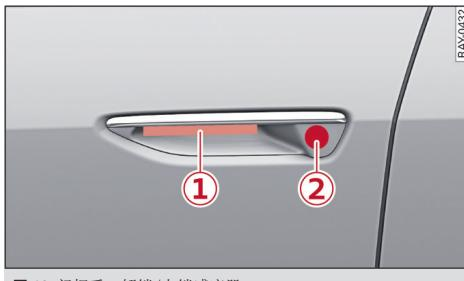

图 13 门把手：解锁/上锁感应器
- ▶ 要给汽车解锁时, 请把手伸进车门把手下的抓握凹空里 ① ⇨ 图 13。
- ▶ 要给汽车上锁时, 请关闭车门并触摸 1 次 车门把手上的感应器 ②。此时不要伸入车门把手的凹空, 否则车门不上锁。在关闭过程结束后, 无法紧接着再次打开车门。由此您能够确认车门是否正确锁好了。
- ▶ 前提：移动设备已连接上蓝牙：要给汽车应急解锁并打开车门时, 请将手伸进车门把手下的抓握凹空内 ①。
- ▶ 前提：移动设备已连接上蓝牙：要给汽车应急上锁时, 请关闭车门并在车门把手处触摸 1 次 感应器 ② ⇨ 37 页, 图 13。此时不要抓握车门把手, 否则车门不上锁。在关闭过程结束后, 无法紧接着再次打开车门。由此您能够确认车门是否正确锁好了。
- ▶ 适用于：近距离通讯 NFC：要借助近距离通讯技术给汽车解锁/上锁时, 请将移动设备 / 钥匙卡对准感应器 ②。
- ▶ 在 5 秒钟内触摸车门把手上的感应器 1 次 ⇨ 37 页, 图 13。此时不要抓握车门把手, 否则车门不上锁。